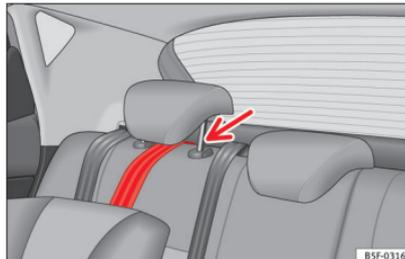

Abb. 32 Befestigungsgurt: korrekte Einstellung und korrekter Einbau
- Führen Sie den Gurt unter der Kopfstütze des Rücksitzes durch »» **Abb. 32** (in Abhängigkeit der Gebrauchsanweisungen des Kindersitzes ggf. Kopfstütze anheben oder entfernen).